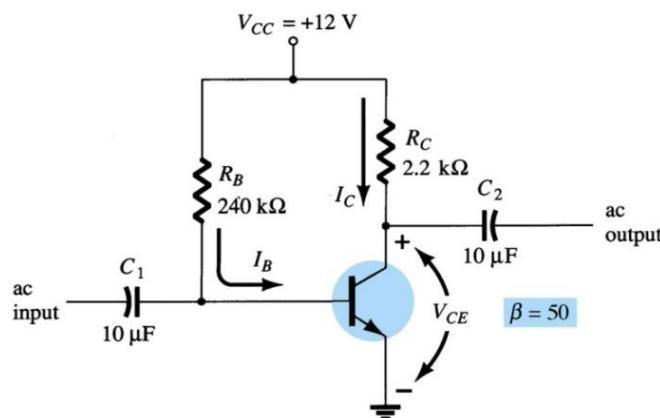

Figura 1.
**Questão 2** – No circuito da Figura 1 ( $\beta = 50$ ) foi inserido um resistor de  $47 \text{ k}\Omega$  em série com  $R_B$ .